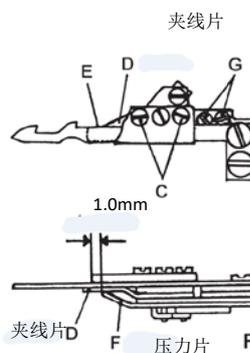

Fig.27
2. 夹线片(D)之边沿须与活动刀右边刀口内沿切齐，如(E)。可由螺丝(C)调整。压力片(F)前端与固定刀前端之距离约为1mm，调整时，可放松螺丝(G)移动压力片(F)。(图 27)